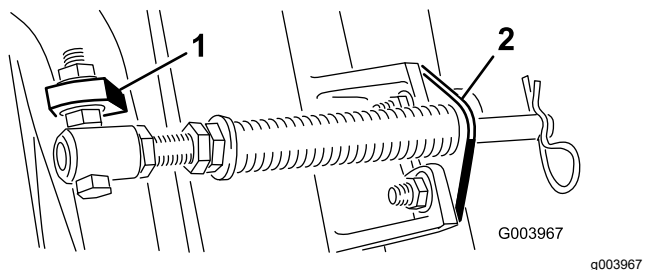

図 5
4. カッティングユニットのタブにロッドブラケットを取り付け、キャリッジボルト2本とナットで固定する **図 5**。